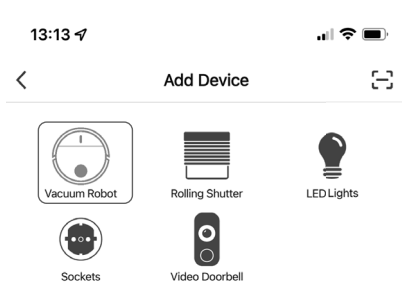

Fig. 2
- ▶ Selezionare la categoria di apparecchi **ROBOT ASPIRAPOLVERE LASER** (vedere la fig. 2).